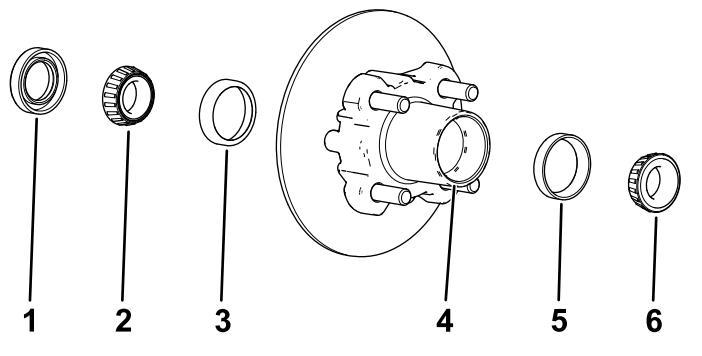

Figura 33
- 1. Retire el cojinete exterior y el anillo de rodadura del cubo (Figura 33).
- 2. Retire la junta y el cojinete interior del cubo (Figura 33).
5. Limpie el hueco del cubo para eliminar cualquier resto de grasa, suciedad y residuos (Figura 33).
7. Llene el hueco del cubo hasta un 50 a 80% de su capacidad con la grasa especificada (Figura 33).
8. Monte el cojinete interior sobre el anillo en el lado interior del cubo e instale la junta (Figura 33).